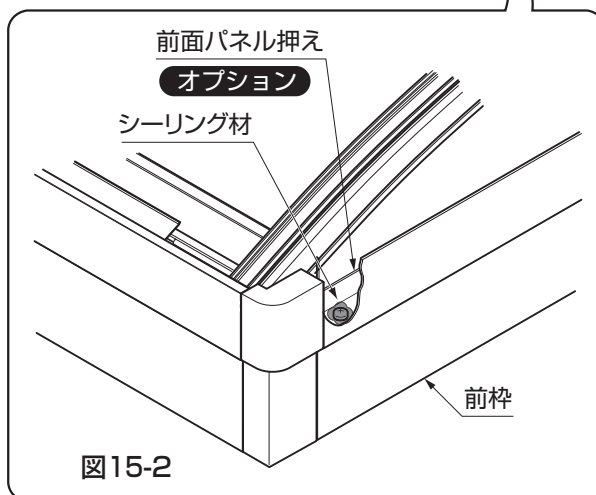

図15-2
- 【14-1】取付け部にシーリングしてください。(図15-2参照)
- ①端部アーチカバーの溝に前面パネルをはめ込み、端部アーチカバーを取付けてください。
- ②前面パネルを押えるように、前面パネル押えを前枠に【14-1】で取付けてください。